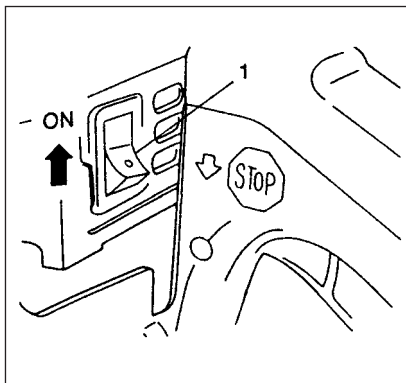

Fig. 2-2
### Démarrage (Fig. 2-2, 2B, 3, 4, 4B)
#### ⚠ ATTENTION! (Fig. 2-2)
1. Placez le commutateur "marche-arrêt" (1) en position "marche" (ON). (Fig. 2-2)